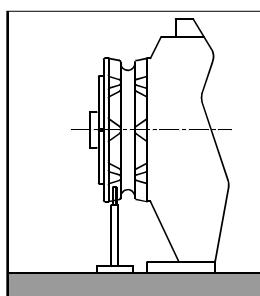

Fig. 1
2. Für das Ankerspillo mit Horizontalachse (siehe Fig. 1) muss die Bohrung im äußeren Kreis der Kettennuss gebohrt werden.